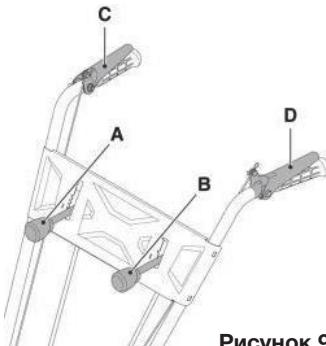

Рисунок 9
Направление щётки регулируется рычагом (рисунок 9В). Перемещайте рычаг вперёд или назад в одно из 3 имеющихся положений наклона щётки.
1. Поверните рычаг управления направлением щётки (рисунок 9 В) в нужное положение, (см. пункт Направление щётки)
3. Активируйте привод щётки, (рисунок 9 С)
4. Активируйте привод движения, (рисунок 9 D)